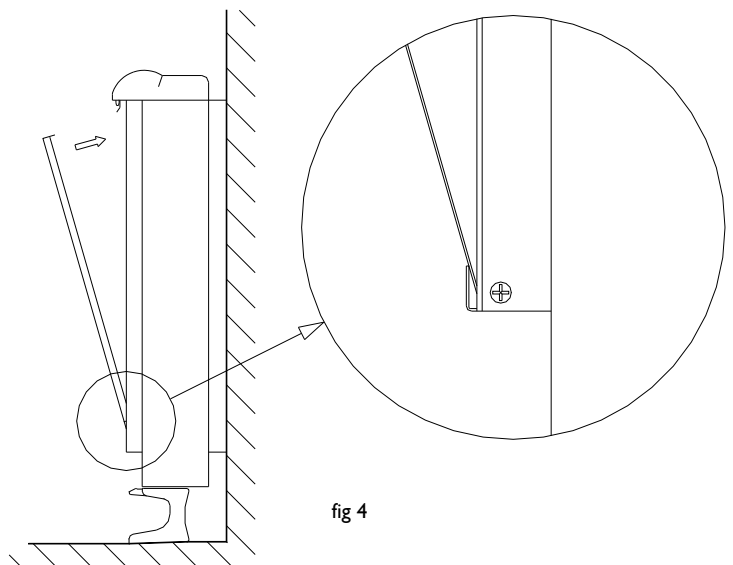

fig 4
11.- Vuelva a montar el panel de cierre interior, solapando la parte inferior (Fig. 4). Si el montaje de los ladrillos ha sido correcto no encontrará ninguna dificultad.